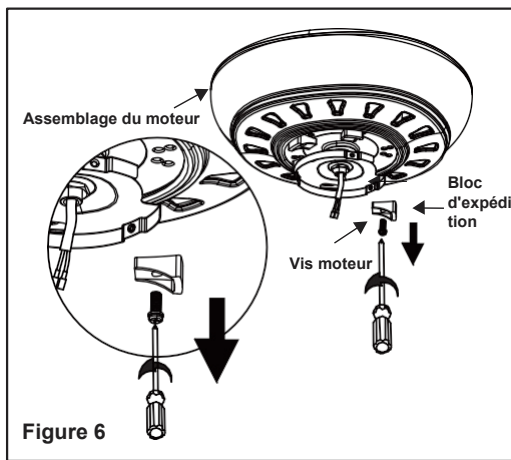

Figure 6
Étape 3. Retirez les 5 vis du moteur pré-assemblées au bas de l'assemblage du moteur, en jetant les vis et les blocs d'expédition pré-assemblés. (Fig.6)